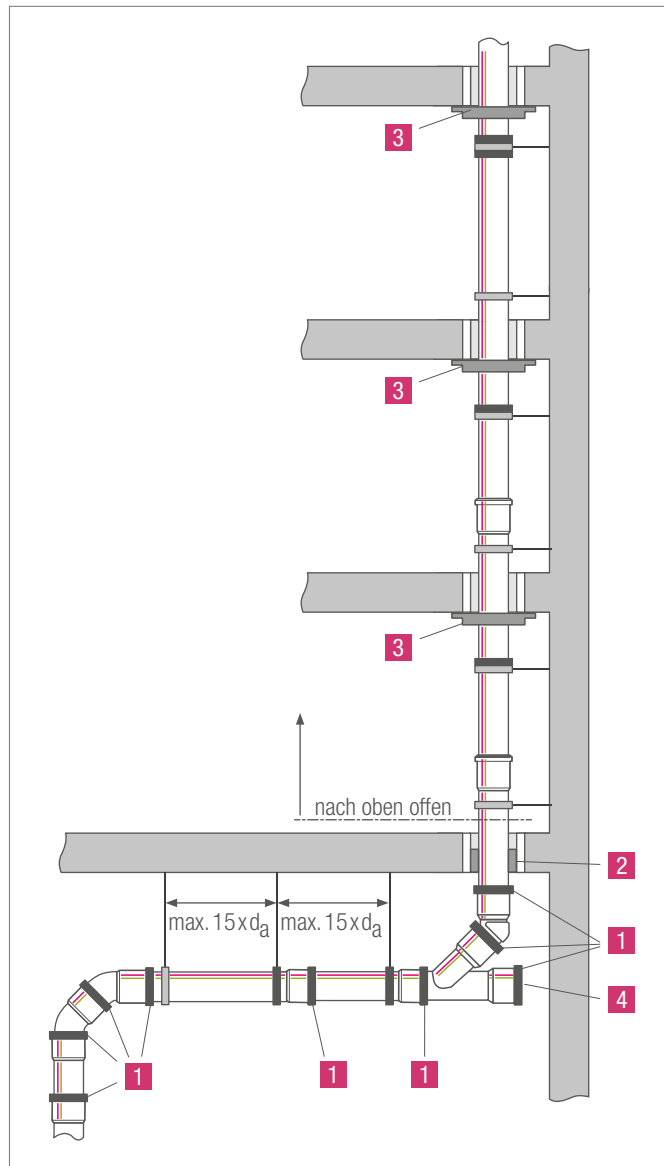

Fig. 4-1 Invändigt dagvattenavlopp
Exempel på layout för dagvattenavlopp med förskjutning, se i Fig. 4-1.
Alla skarvfogar ska säkras med push-fit-lås (1) för att förhindra att skarvarna delar sig. Push-fit-lås är inte nödvändigt till vertikala rörledningar som är öppna i toppen (se märkning i Fig. 4-1).